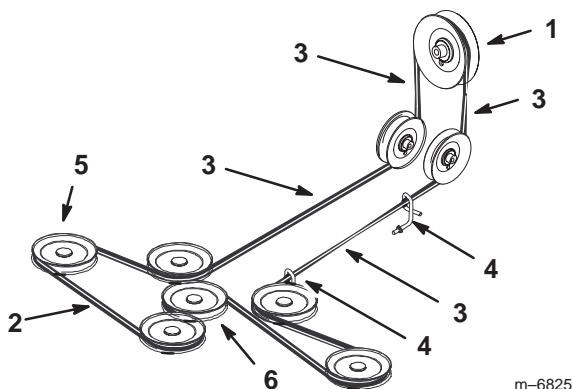

Figure 70
- Installez la courroie neuve autour des poulies d'axe et de la poulie de tension du plateau de coupe, dans les guides de courroie, dans l'ensemble bras de tension arrière et l'embrayage (Fig. 70).
**Important** Vérifiez le vrillage de la courroie entre les poulies. Il doit être conforme aux spécifications de la Figure 70.
**Important** Vérifiez le virement de la courroie entre les poulies. Il doit être conforme aux spécifications de la Figure 70.